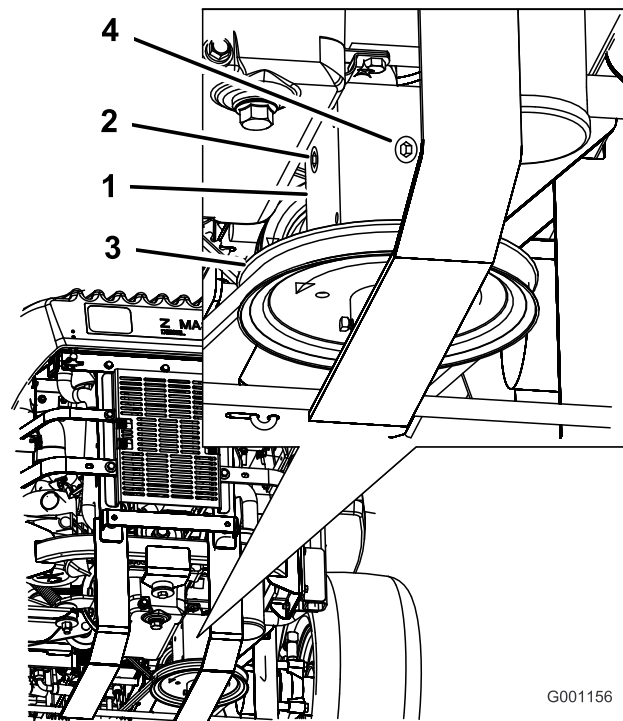

Figura 56
4. Togliete il tappo laterale o posteriore degli ingranaggi (Figura 56).